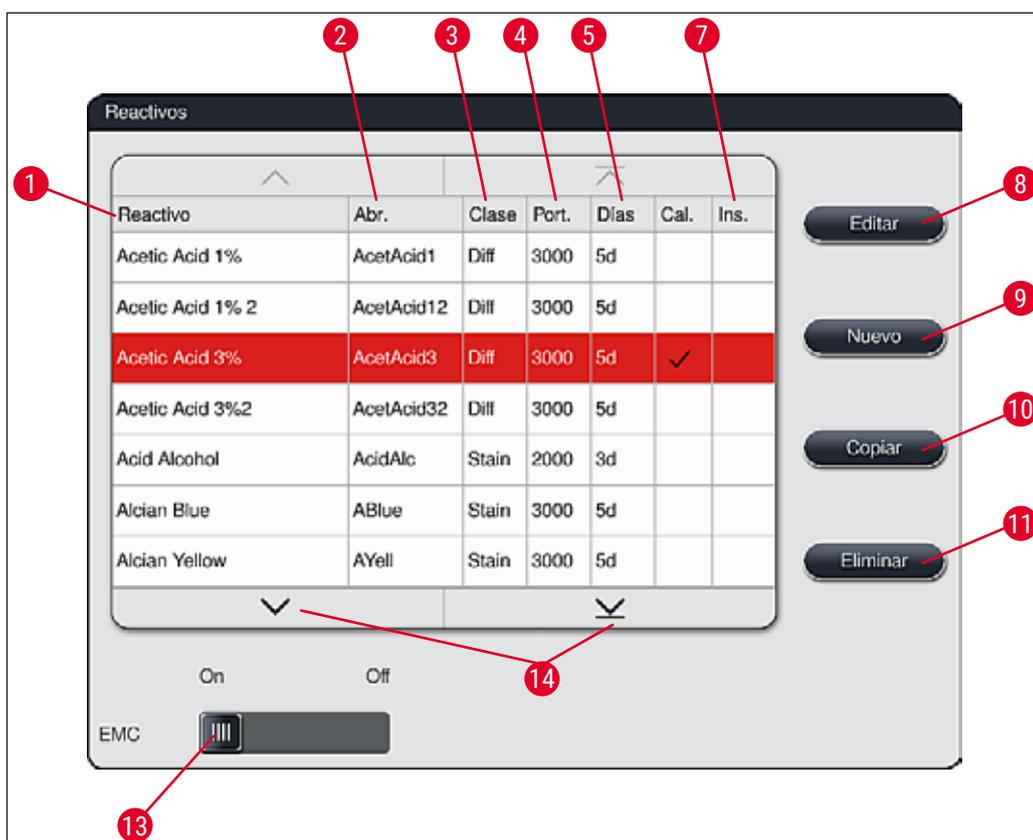

Fig. 35
- Seleccione el reactivo adecuado que desee de la lista de reactivos (→ "Fig. 35") tocando y pulsando el botón **Copiar** (→ "Fig. 35-10").
- Seleccione el reactivo adecuado que desee cambiar de la lista de reactivos (→ "Fig. 35") tocándolo y pulsando el botón **Editar** (→ "Fig. 35-8").